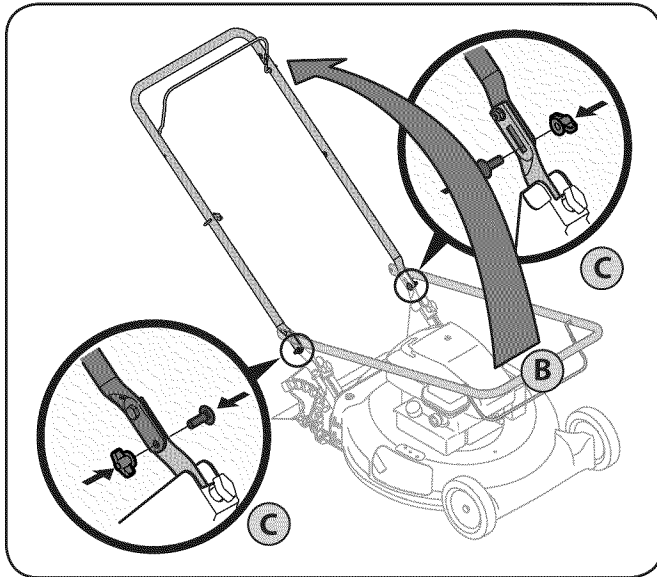

Figura 3-2
- b. Si bien la estabilización de cortacésped por lo que no se mueve, pivote asa superior como se muestra en la figura. 3-2. No engarzado cable mientras levanta la palanca hacia arriba.
- c. Vuelva a colocar tuercas y pernos de transporte retirarse antes en una reducción de los agujeros de la manija como se muestra en la figura. 3-2.